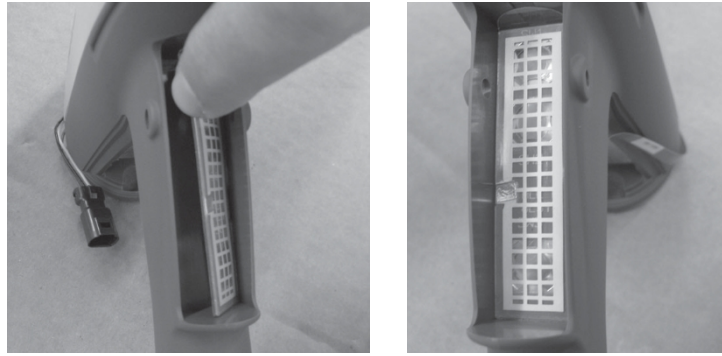

Figura 6-12 Installazione dell' Il'interruttore a grilletto - Fase 4
4. Vedere la Figura 6-12. Staccare la pellicola protettiva adesiva dall'interruttore.